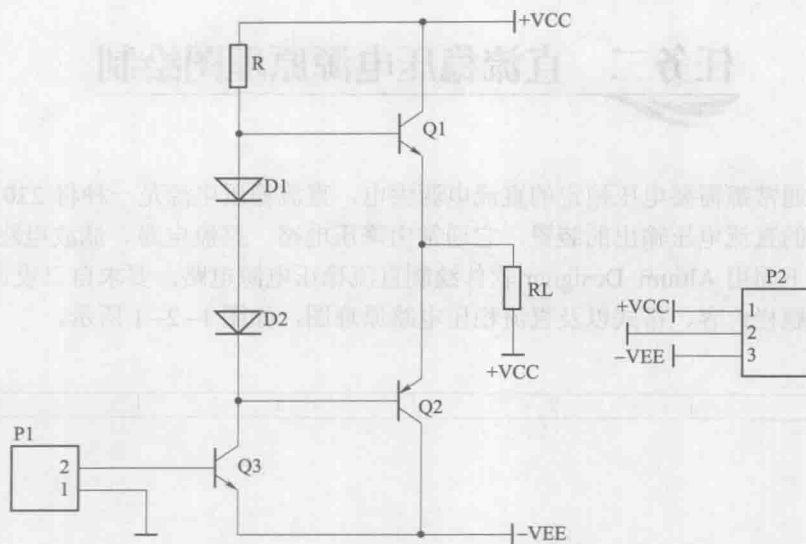

图 1-1-14 功率放大电路原理图
- 1. 绘制如图 1-1-14 所示的功率放大电路原理图。